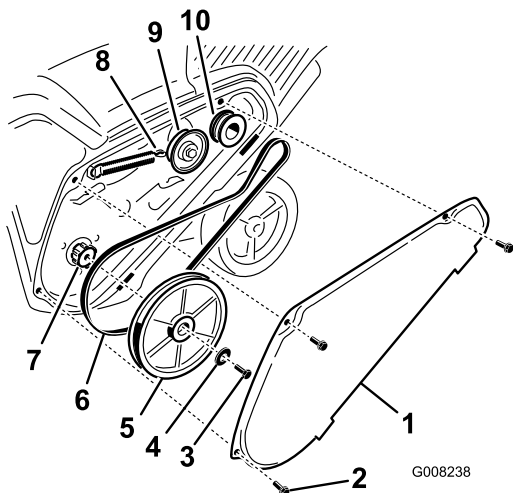

Figure 32
1. Enlevez le couvercle de la courroie d'entraînement après avoir retiré les 3 boulons comme montré à la Figure 32.
2. Décrochez le ressort de frein du bras de la poulie de tension pour détendre la courroie (Figure 32).
3. Enlevez la vis et la rondelle bombée qui retiennent la poulie de rotor (Figure 32).
4. Retirez la poulie de rotor et la courroie d'entraînement (Figure 32).
Remarque: Acheminez la courroie neuve autour de la poulie du moteur, puis de la poulie de tension, et enfin autour de la poulie de rotor desserrée, située juste au-dessus de l'arbre de rotor (Figure 32).
6. Montez la poulie de rotor sur l'arbre de rotor (Figure 32).
7. Montez la rondelle bombée et le boulon de fixation de la poulie de rotor, et serrez-les solidement (Figure 32).